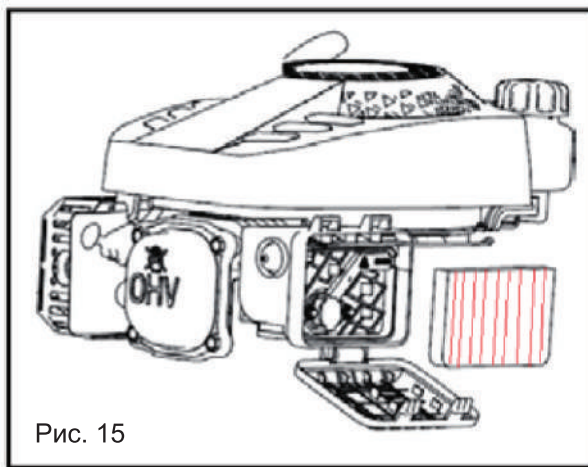

Рис. 15
1. Откройте крышку воздушного фильтра и извлеките фильтрующий элемент (Рис. 15)